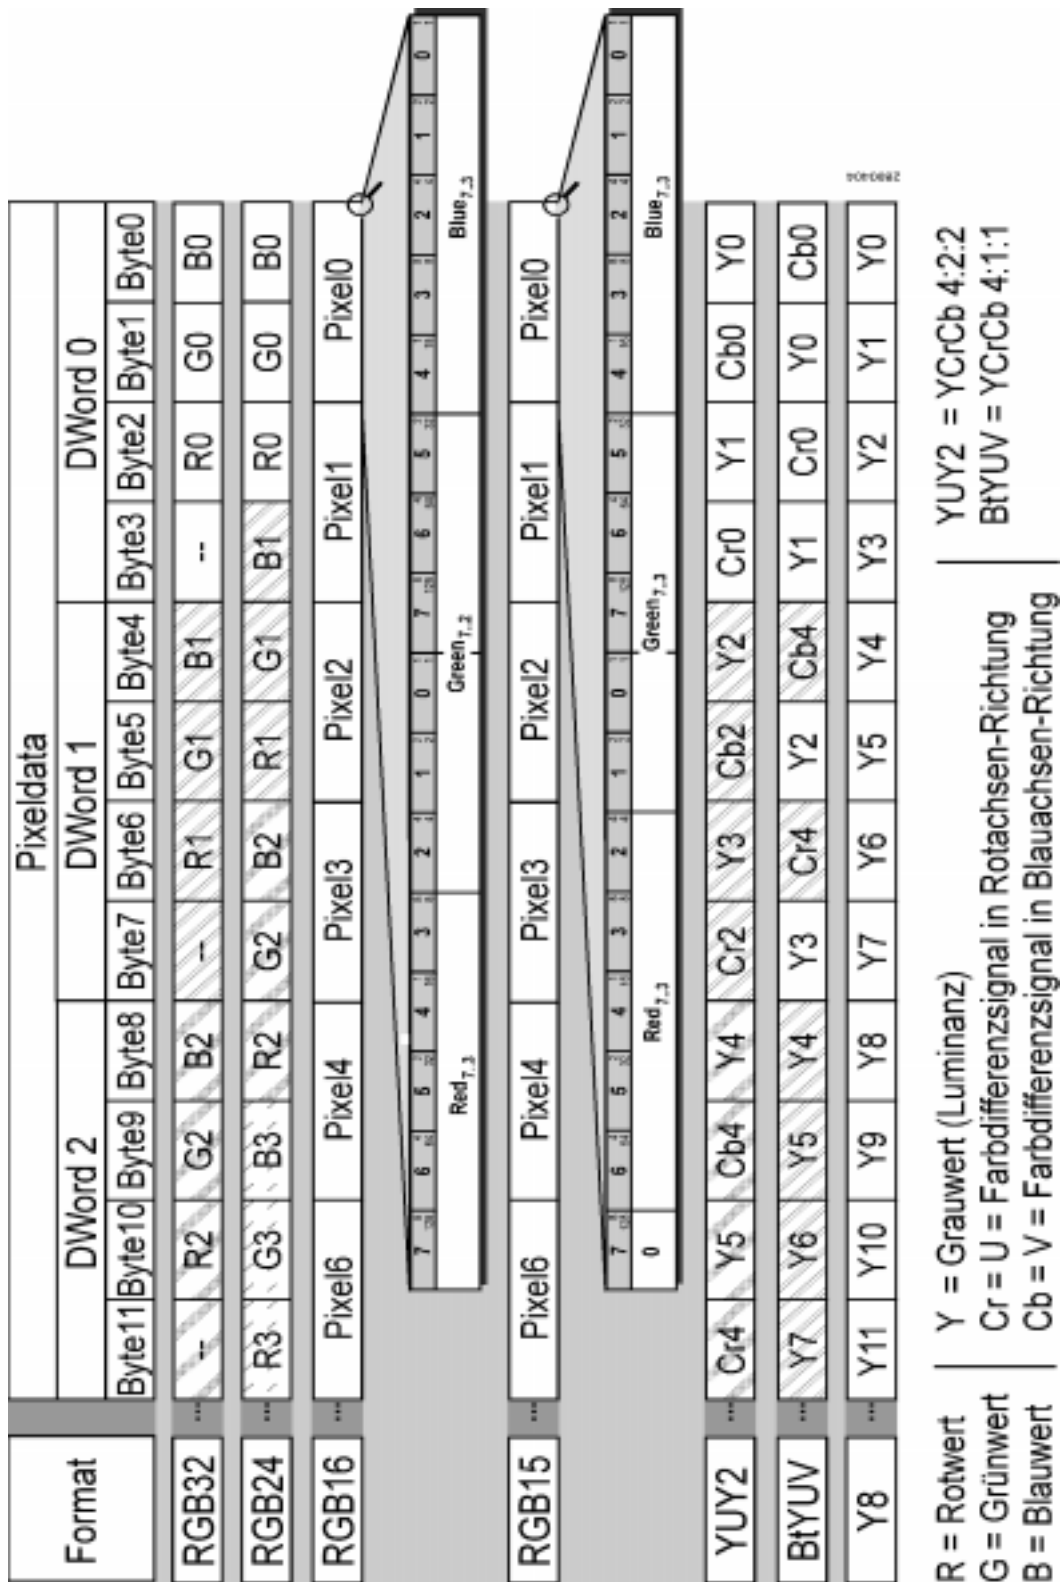

Bild 52: Farbformate des eGrabber-4plus
Das Datenformat ist in erster Linie von der Anwendung bestimmt. Grundsätzlich sind drei Formate zu unterscheiden, die teilweise nochmals in Unterformate unterteilt sind. *Bild 52* zeigt, wie die Pixel in den einzelnen Formaten im Speicher abgelegt werden.
- Bei *RGB32* werden 32-bit, also ein Doppelwort pro Pixel benutzt. Das unterste Byte eines jeden Doppelworts enthält die Blau-Information (8-bit breit), das zweite Grün- und das dritte die Rotwerte. Das oberste Byte enthält keine Information. Es wird lediglich eingefügt, damit die Zuordnung von einem Pixel zu einem Doppelwort erreicht wird: Mit jeder DWort-Grenze beginnt auch ein neues Pixel (zusammengehörige Information ist in *Bild 52* in gleicher Weise schraffiert). Das Alignment auf DWords hat gegebenenfalls den Vorteil, daß schnellere Zugriffsbefehle benutzt werden können. Die Farbtiefe beträgt 16 Mio. Farben ($2^{38} = 16777 \cdot 10^6$).
- *RGB16* hat eine geringere Farbauflösung. In diesem Format werden jeweils fünf Bit für Blau und Rot-Kanal verwendet, der Grün-Kanal verfügt über sechs Bit. Die Farbtiefe beträgt damit 65.536 Farben ($2^5 \cdot 2^5 \cdot 2^6 = 65536$). Der Speicherplatzbedarf eines Pixels beträgt dementsprechend 16-bit = 1 Wort. In *Bild 52* ist die Aufteilung des Worts in die drei Farbkanäle gezeigt.
- **RGB15:** Die Aufteilung entspricht dem RGB16-System, jedoch ist die Farbtiefe für alle drei Farbkanäle gleich (je 5-bit = 32 Stufen). Daraus ergeben sich 32.818 darstellbare Farben. Insgesamt werden nur 15-bit benötigt, wodurch das oberste Bit eines jeden Wortes unbenutzt bleibt. Es enthält den Wert 0 (*siehe Bild 52*).
- **BtYUV:** Entspricht YCrCb 4:1:1. Vier Pixel teilen sich eine Farbinformation. Die Anordnung der Information im Speicher ist aus *Bild 52* zu ersehen. Jeweils drei DWorte sind logisch zusammengefaßt. Sie enthalten die Information für acht Pixel. Dies ist die Helligkeit für jedes Pixel (Y0..Y7) und die Farbinformation des ersten (Cb0/Cr0) und fünften Pixels (Cb4/Cr4).